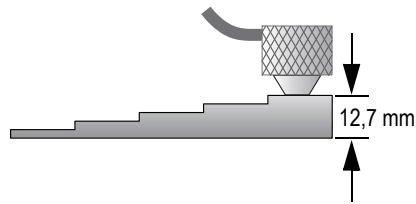

Figura 5-4 Calibração da velocidade do som em um bloco de teste de cinco degraus – peça espessa
- b) Coloque o transdutor na parte mais espessa do bloco de teste usando uma pressão moderada para firmá-lo (veja Figura 5-4 na página 68).